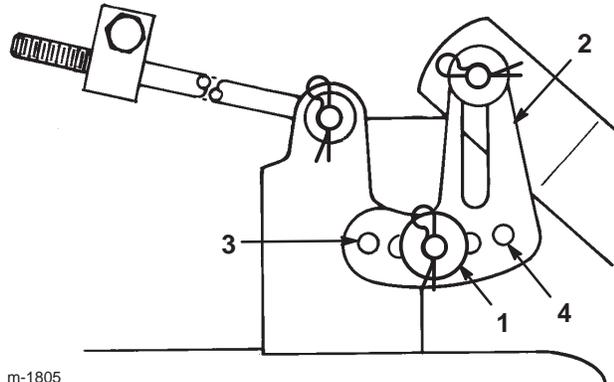

Figure 45
11. Enlevez la goupille fendue et la rondelle de la patte de mise à niveau (Fig. 45).
12. Fixez la patte de mise à niveau dans un autre trou à l'aide de la rondelle et de la goupille fendue (Fig. 45).